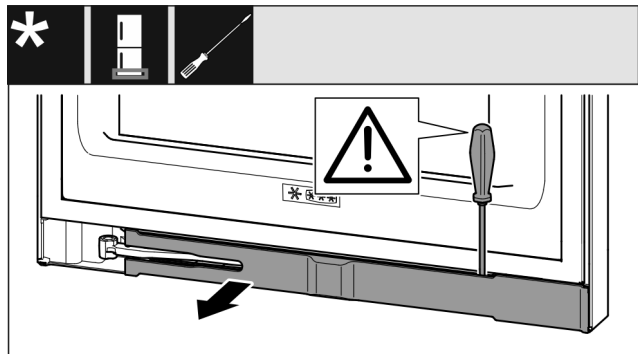

Fig. 13
- Wyczepić zaślepkę śrubokrętem i odchylić w bok. (patrz Fig. 13)